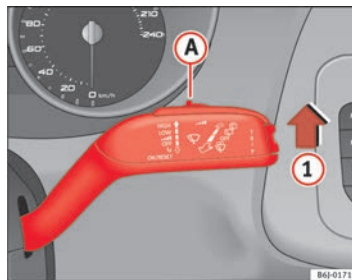

Abb. 62 Scheibenwischerhebel
- Bewegen Sie den Scheibenwischerhebel in Position **1** ⇒ Abb. 62.